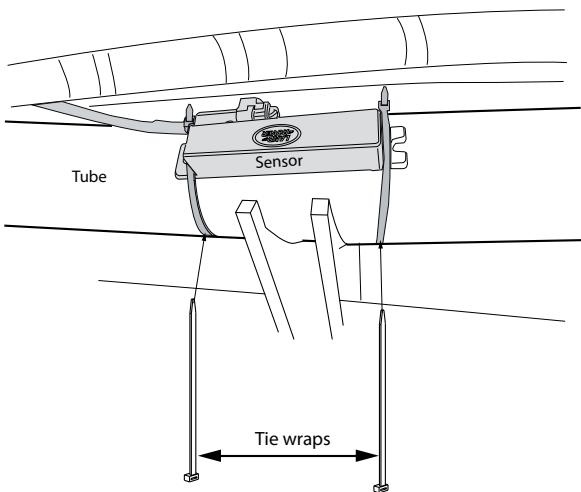

Fig. 2
- Поставить парковочный датчик. См. рисунок 2